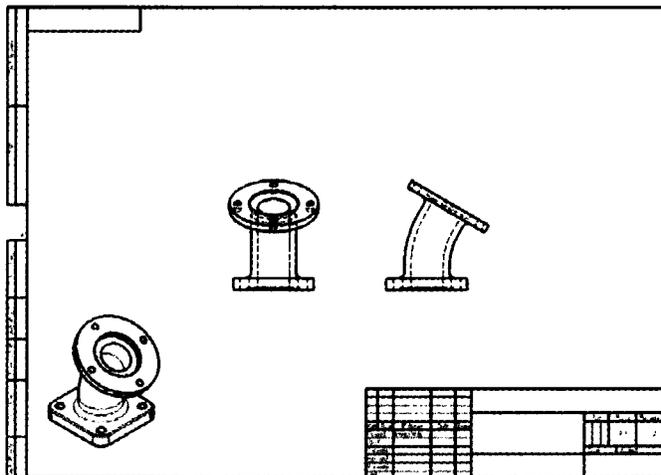

Рис. 2.3. Расположение проекционных видов
7. Переместите курсор влево и в нижний левый угол, щелкните курсором в тех местах, где показаны виды на рис. 2.3. Затем щелкните правой кнопкой мыши и выберите **Создать** из контекстного меню, чтобы виды проявились.